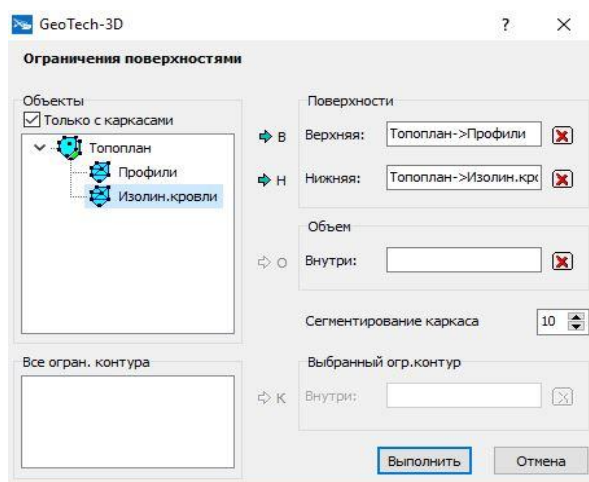

Рис. 10.5
5.4. В окне **Ограничение поверхности** укажите поверхности, относительно которых будет происходить расчет объемов согласно рис.10.5.